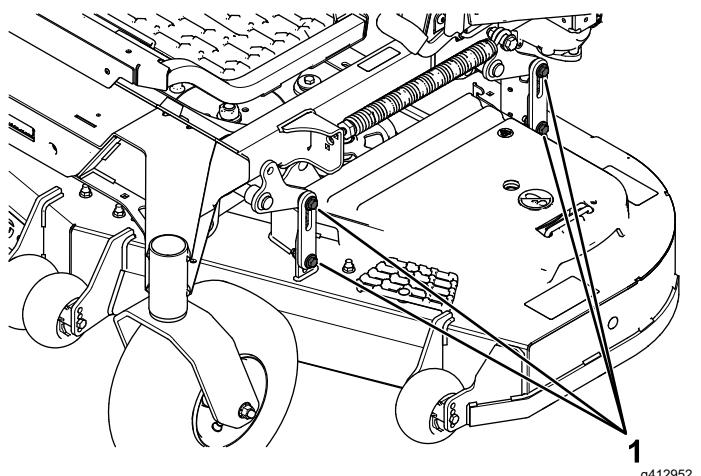

Figura 87
16. Afloje las contratuerca (Figura 87) en las 4 esquinas y asegúrese de que la carcasa de corte queda bien asentada sobre los 4 bloques.